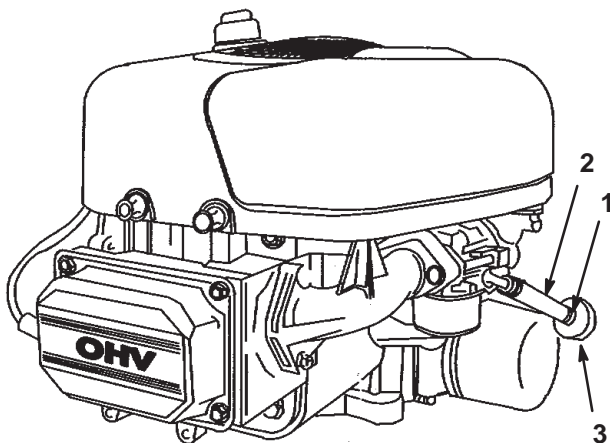

Bild 37
4. Lockern Sie die Schlauchklemme am Kraftstofffilter und schieben Sie sie an der Kraftstoffleitung weg vom Kraftstofffilter (Bild 37).
5. Ziehen Sie die Kraftstoffleitung vom Filter (Bild 37).
7. Bringen Sie die Kraftstoffleitung am -filter an. Schieben Sie die Schlauchklemme ganz an den Kraftstofffilter heran, um die Kraftstoffleitung zu befestigen (Bild 37).
4. Drücken Sie die Enden der Schlauchklemmen zusammen und schieben Sie sie vom Filter weg (Bild 37).
6. Setzen Sie einen neuen Filter ein und schieben Sie die Schlauchklemmen an den Filter heran (Bild 37).